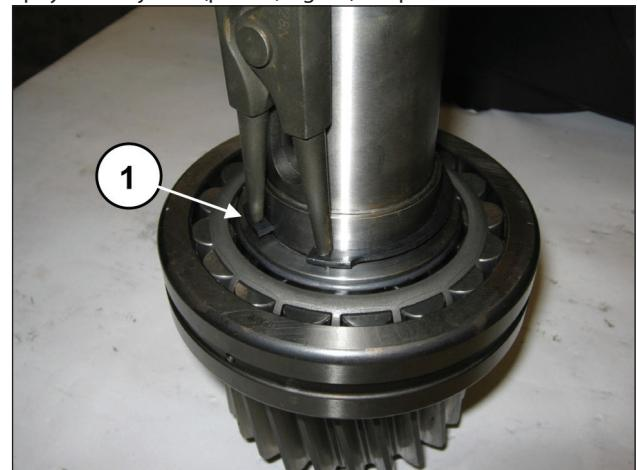
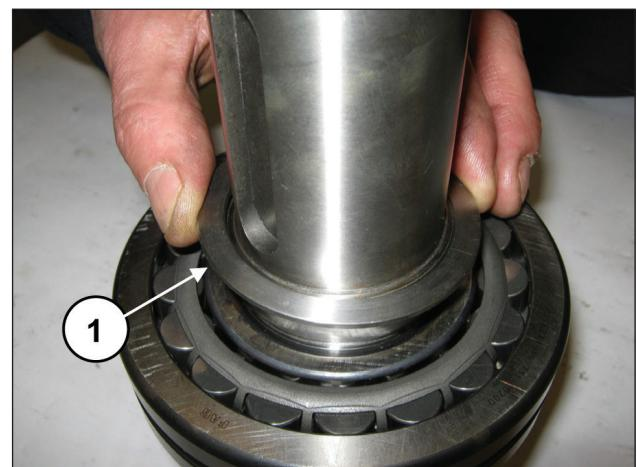

Fig. 9
Fig. 10
Desmontar la anilla seeger Ø55 (pos. ①, Fig. 9) y el anillo de apoyo del cojinete (pos. ①, Fig. 10) del piñón.